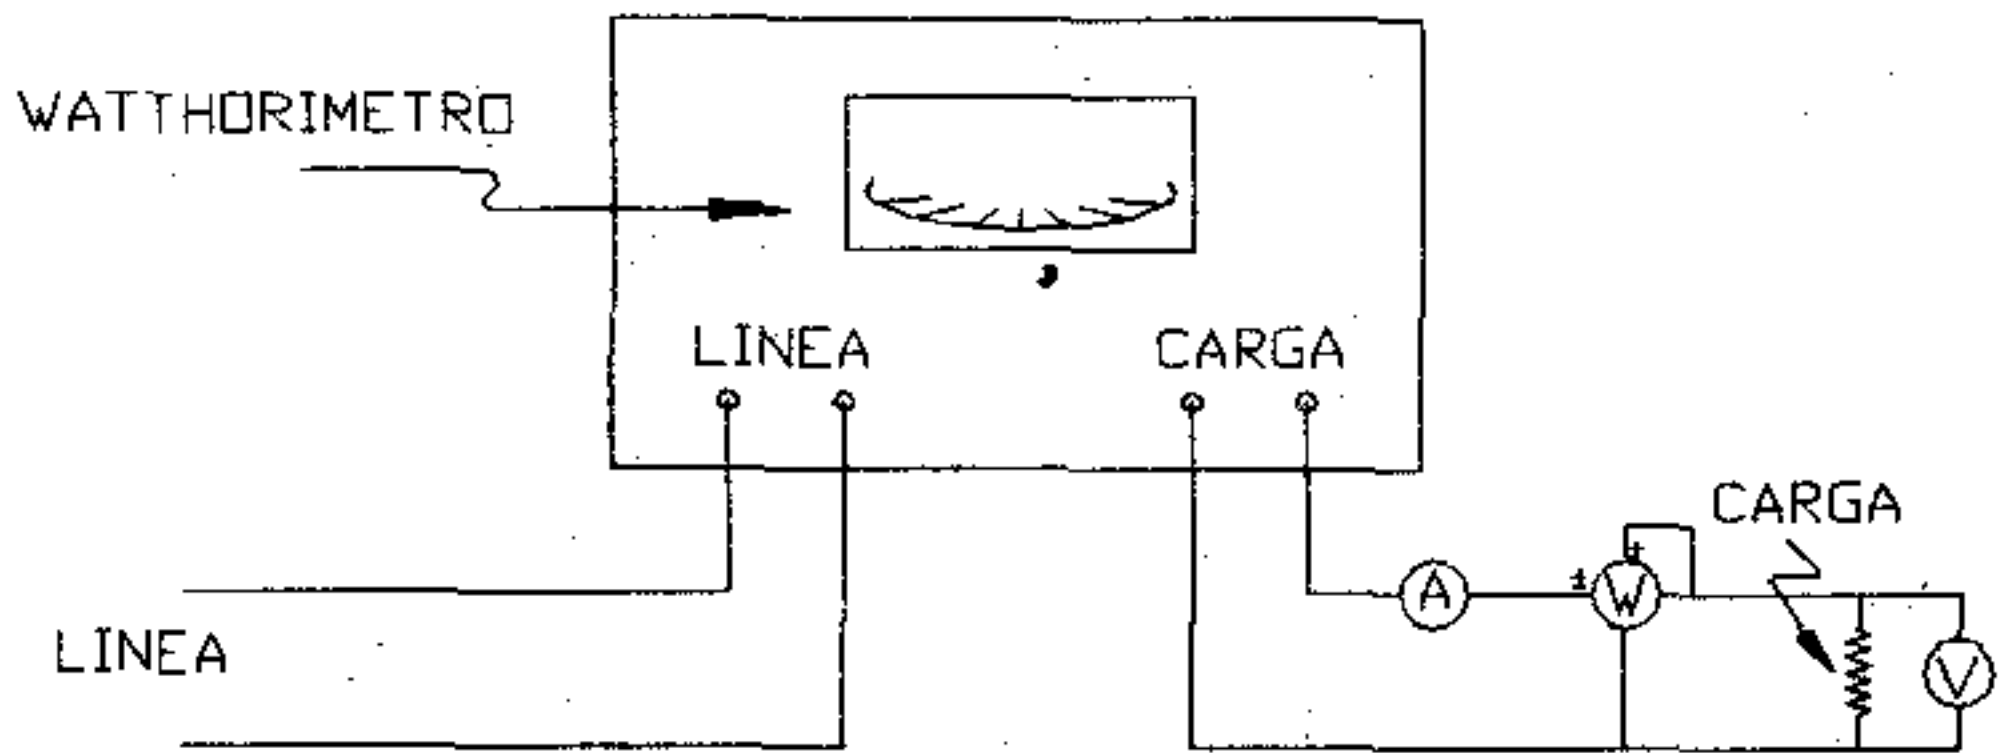

Figura 6
- a) Alambrar el circuito de la figura 6 para una carga determinada.1